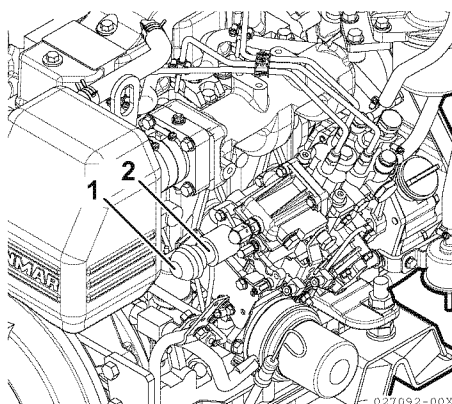

Figure 5
Se non si può spegnere il motore tramite il pulsante di arresto sul pannello, premere il pulsante (**Figure 5, (1)**) sul retro della solenoide di arresto (**Figure 5, (2)**) per fermare il motore.